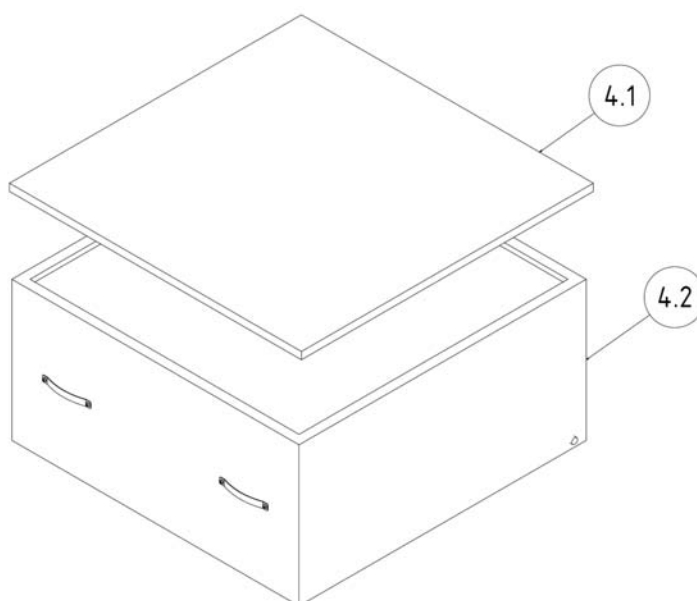

Abbildung 6, Filteraufbau
- Entnehmen Sie den Vorfiltereinschub (Abb. 6, Pos. 4.1) vorsichtig aus dem Filterteil, um möglichst keinen Staub aufzuwirbeln und legen ihn auf einem Arbeitstisch ab.
- Heben Sie das Hauptfilter (Abb. 6, Pos. 4.2) an den Griffb ä n d e r n vorne leicht an um die Dichtung von der Auflagefl ä c h e zu l ö s e n und ziehen Sie es ungef ä h r zwei Drittel aus dem Filtergeh ä u s e , so dass das Filter mit den Bolzen noch weiterhin auf den seitlichen F ü h r u n g s p r o f i l e n liegt.